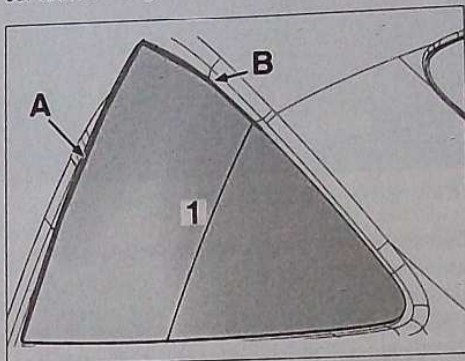

FIG. 80
A l'extérieur (Fig.80), à l'aide d'un ruban adhésif, maintenir le joint sur la glace de custode (1) soulevé sur toute sa longueur en A et B.